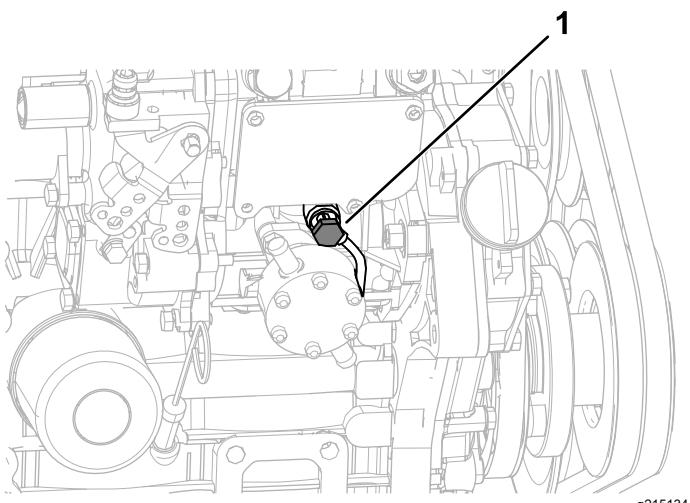

図 65
6. 燃料噴射ポンプのエア抜きねじを開ける 図 65
8. エアブリードねじを締め付ける 図 65。